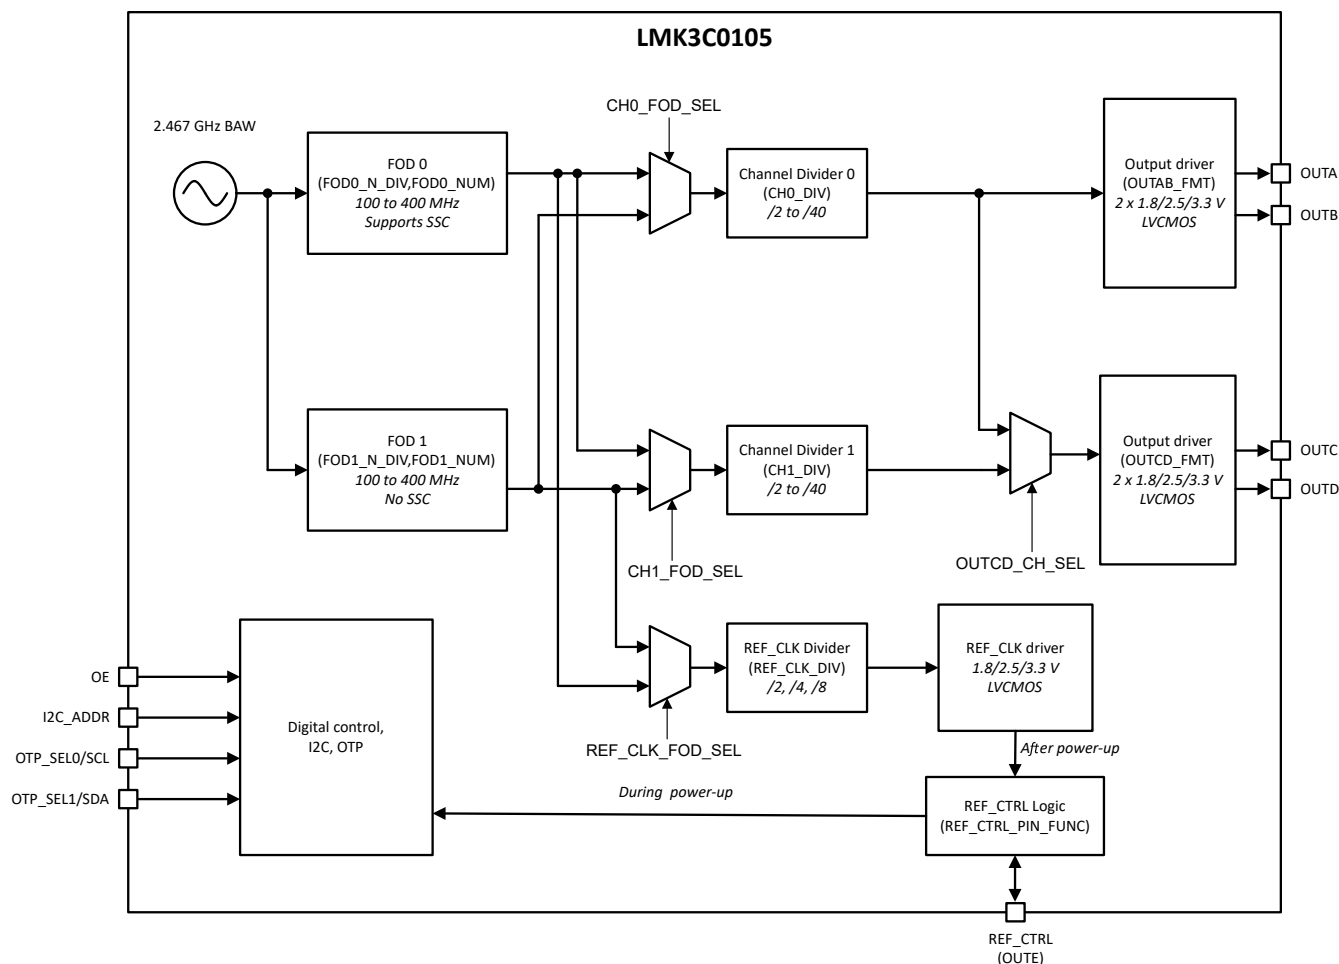

図 1-1. LMK3C0105-Q1 の機能ブロック図
LMK3C0105-Q1 は、最大 5 つの LVCMOS 発振器 (XO) を置き換えることができるクロック発生器です。このデバイスは、リファレンスとして内部 BAW 発振器を使用し、最大 2 つの周波数ドメインに対応する 2 つのフラクショナル出力分周器を使用しています (図 1-1)。LMK3C0105-Q1 には BAW 技術が採用されているため、水晶発振器に比べて柔軟性およびクロックの安定性が向上します (表 1-1)。